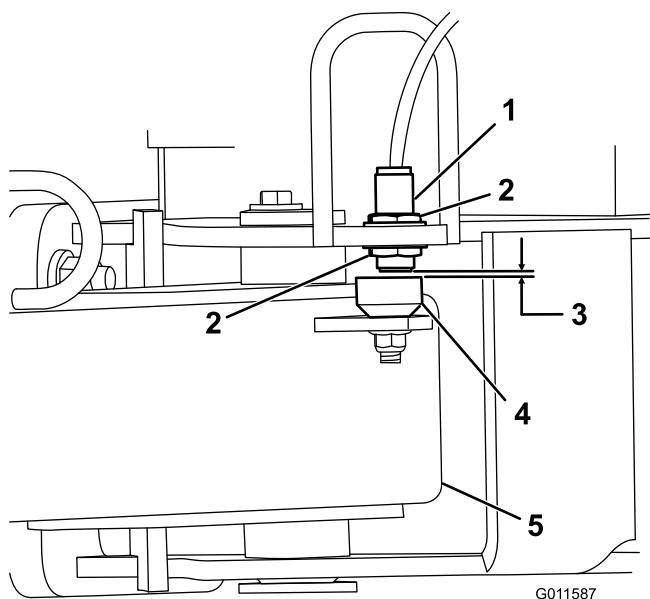

Figura 4
5. Allentate i controdadi che fissano l'interruttore di prossimità al telaio e abbassate l'interruttore fino a posizionarlo a $3,3 \pm 0,7$ mm dalla piastra di rilevamento presente sul timone di traino (Figura 4). Serrate i controdadi per fissare la regolazione.